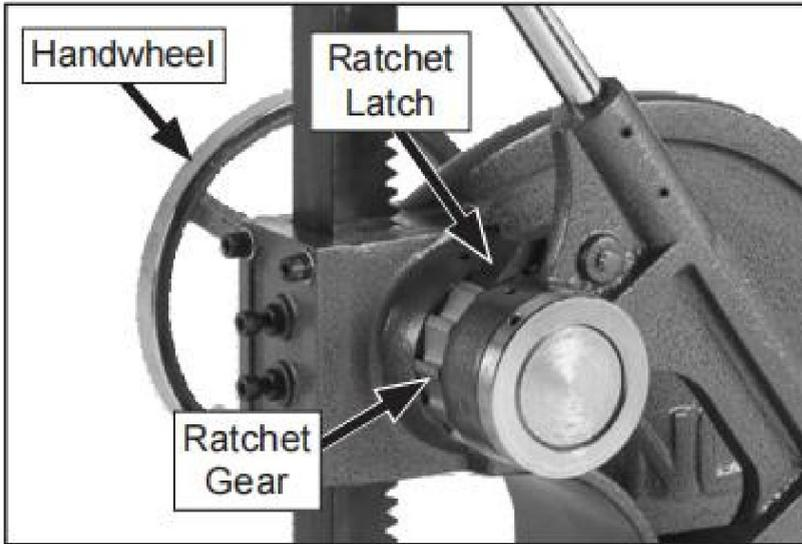

Figure 9. Ratchet latch components.
3. Za pomocą uchwytu przesunąć tłok kilka razy w dół, aby sprawdzić regulację, a następnie podnieść zatrzask zapadkowy (patrz rysunek 9) i podnieść tłok do góry za pomocą pokrętła. Jeśli
1. Aby obniżyć tłok, załącz zapadkę, aby zablokować ją za pomocą koła zębatego zapadki, jak pokazano na rysunku. Rysunek 9.